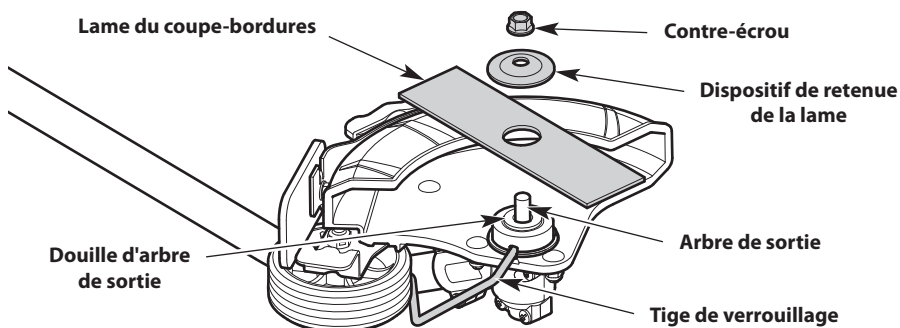

Fig. 19
- Retirez la tige de verrouillage. Retirez le contre-écrou, le dispositif de retenue de la lame, ainsi que la lame du coupe-bordures (Fig. 19). Conservez le contre-écrou et le dispositif de retenue de la lame pour pouvoir installer la lame neuve du coupe-bordures.
- Abaissez la lame neuve du coupe-bordures sur la douille d'arbre de sortie. (Fig. 19). Vérifiez que la lame est bien à plat sur la douille d'arbre de sortie.
- Placez le dispositif de retenue de la lame sur l'arbre de sortie avec la surface plate reposant contre la lame (Fig. 19).
- Vissez l'écrou sur l'arbre de sortie (Fig. 19).